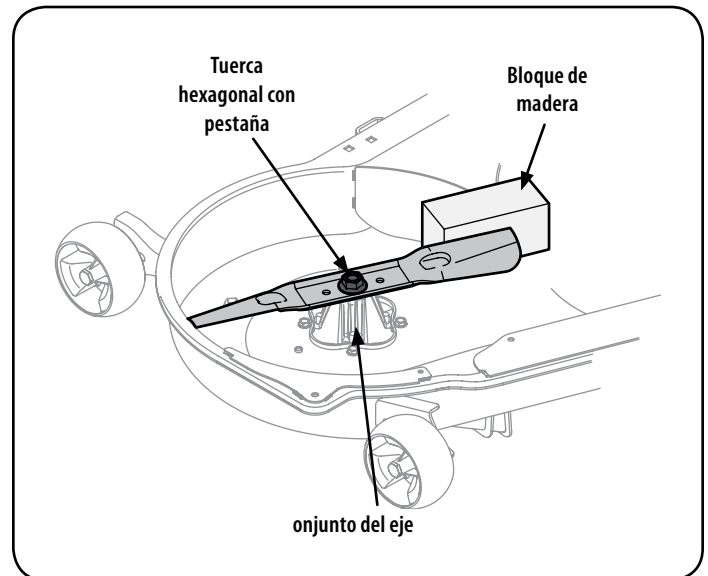

Figura 39
2. Use una "llave de 15/16 para sostener la tuerca hexagonal en la parte superior del conjunto del husillo cuando afloje la tuerca hexagonal que fija la cuchilla. Un bloque de madera puede ser colocado entre el alojamiento de la plataforma y el filo de la cuchilla para ayudar a aflojar la tuerca hexagonal que fija la cuchilla. Ver Figura 39.